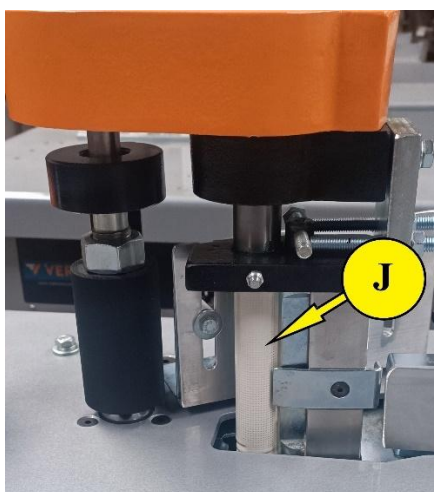

Figura 12 - eixo recartilhado
Em aproximadamente 10 minutos após ter ligado o equipamento, o controlador de temperatura **componente III**, conforme **Figura 12**, terá alcançado a
- Figura 12, recomendamos passar um MDF para avaliar a espessura do fio de cola;